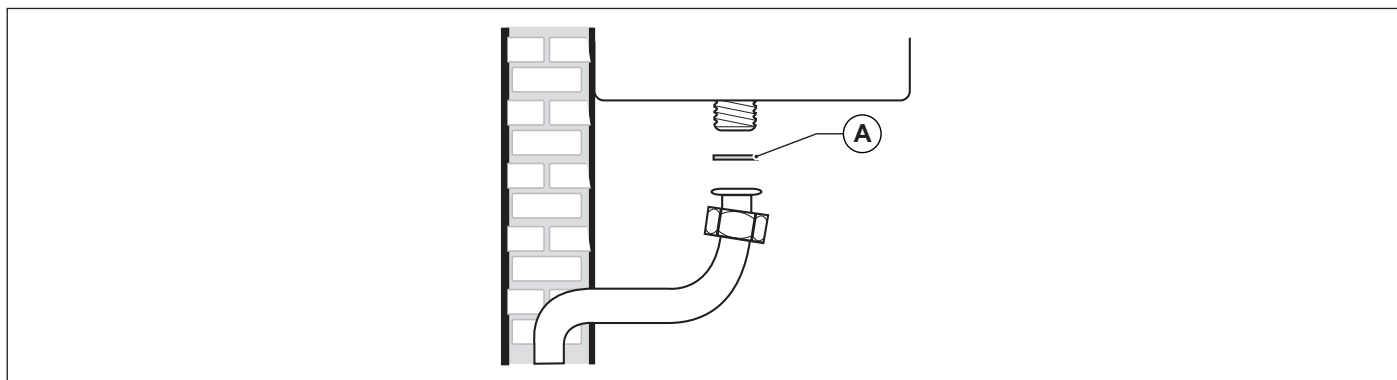

Рис. 16 Подключение к газовой сети
**ОБЯЗАТЕЛЬНО**, при подключении котла к линии подачи ГАЗА использовать накидную гайку (А) с применением прокладки в стыковой полости (смотри Рис. 16 Подключение к газовой сети).